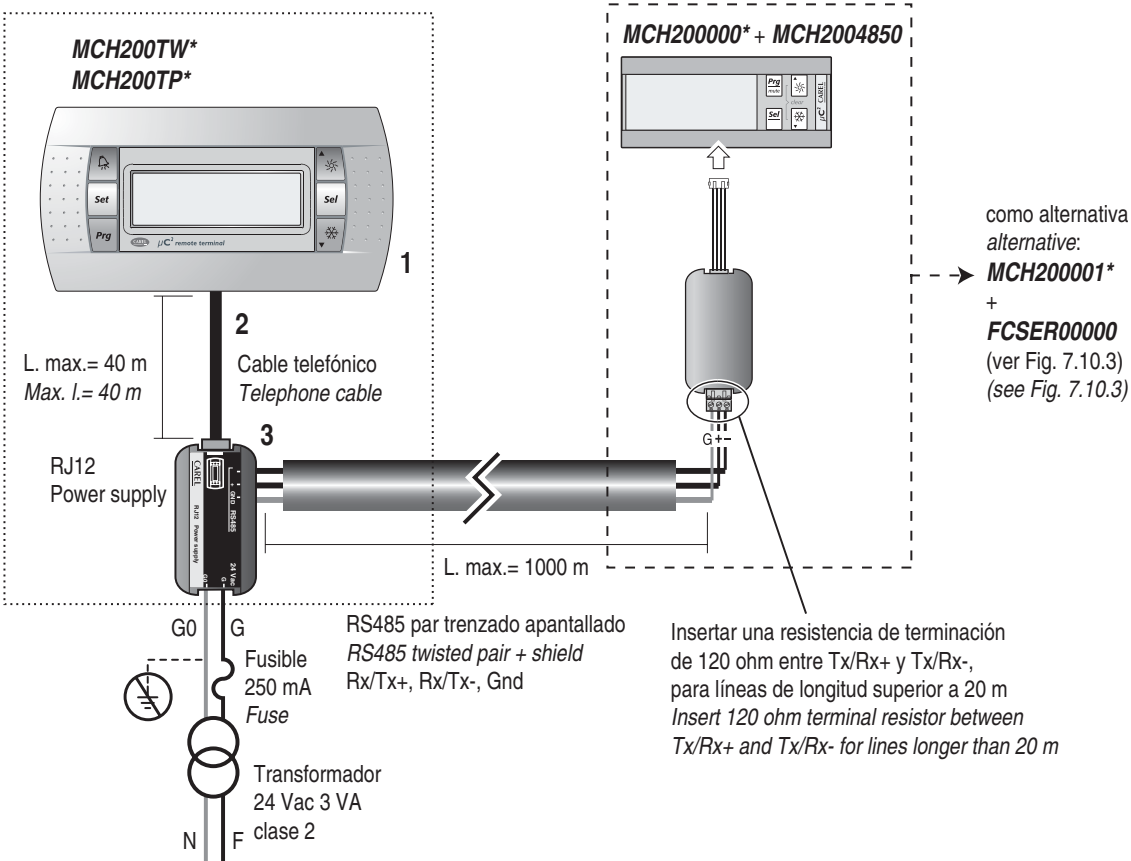

Fig. 7.10.2
### Electrical connections (Fig. 7.10.2-7.10.3)
**Conexiones eléctricas (Fig. 7.10.2-7.10.3)**
Conecte la línea serie RS485 desde la salida del alimentador RJ12 Power supply a la entrada del supervisor del µC², utilizando un cable de par trenzado con pantalla. Alimente los terminales G-G0 con un transformador con un fusible de 250 mA, como se indica en el esquema de la Fig. 7.10.2 y 7.10.3. Efectúe la conexión entre el alimentador RJ12 Power supply y el terminal, utilizando el cable telefónico (cód. S90CONN002 l = 80 cm) suministrado. Si el cable no es lo suficientemente largo, utilice un cable telefónico pin a pin con una longitud máxima de 40 m.
Connect the RS485 serial line leaving the power supply RJ12 Power supply to the supervisor input on the µC², using a twisted pair cable with shield. Power terminals G-G0 from a transformer with a 250 mA fuse, as shown in the diagram in Fig. 7.10.2-7.10.3. Make the connection between the power supply RJ12 Power supply and the terminal using the telephone cable (code S90CONN002 l = 80 cm) supplied. If the cable is not long enough, use a pin-to-pin telephone cable with a maximum length of 40 m.